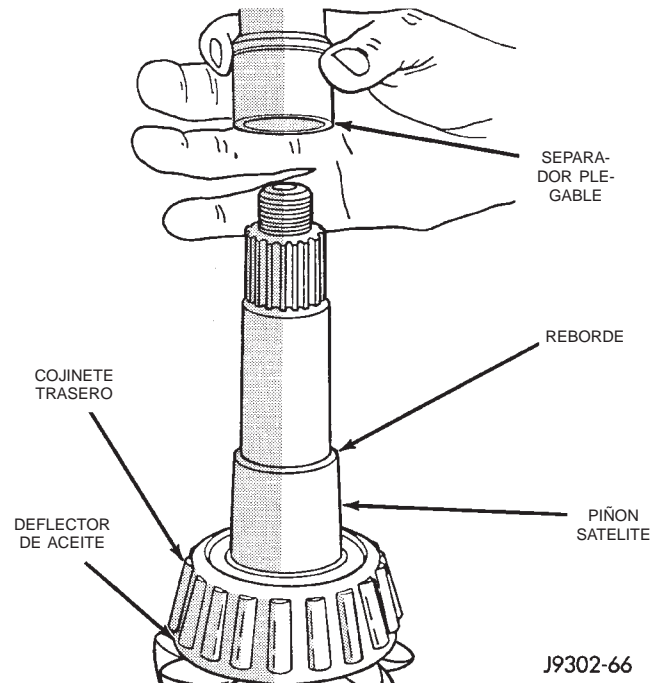

Fig. 39 Separador plegable
(10) Retire el separador plegable de ajuste previo del piñón satélite (Fig. 39).